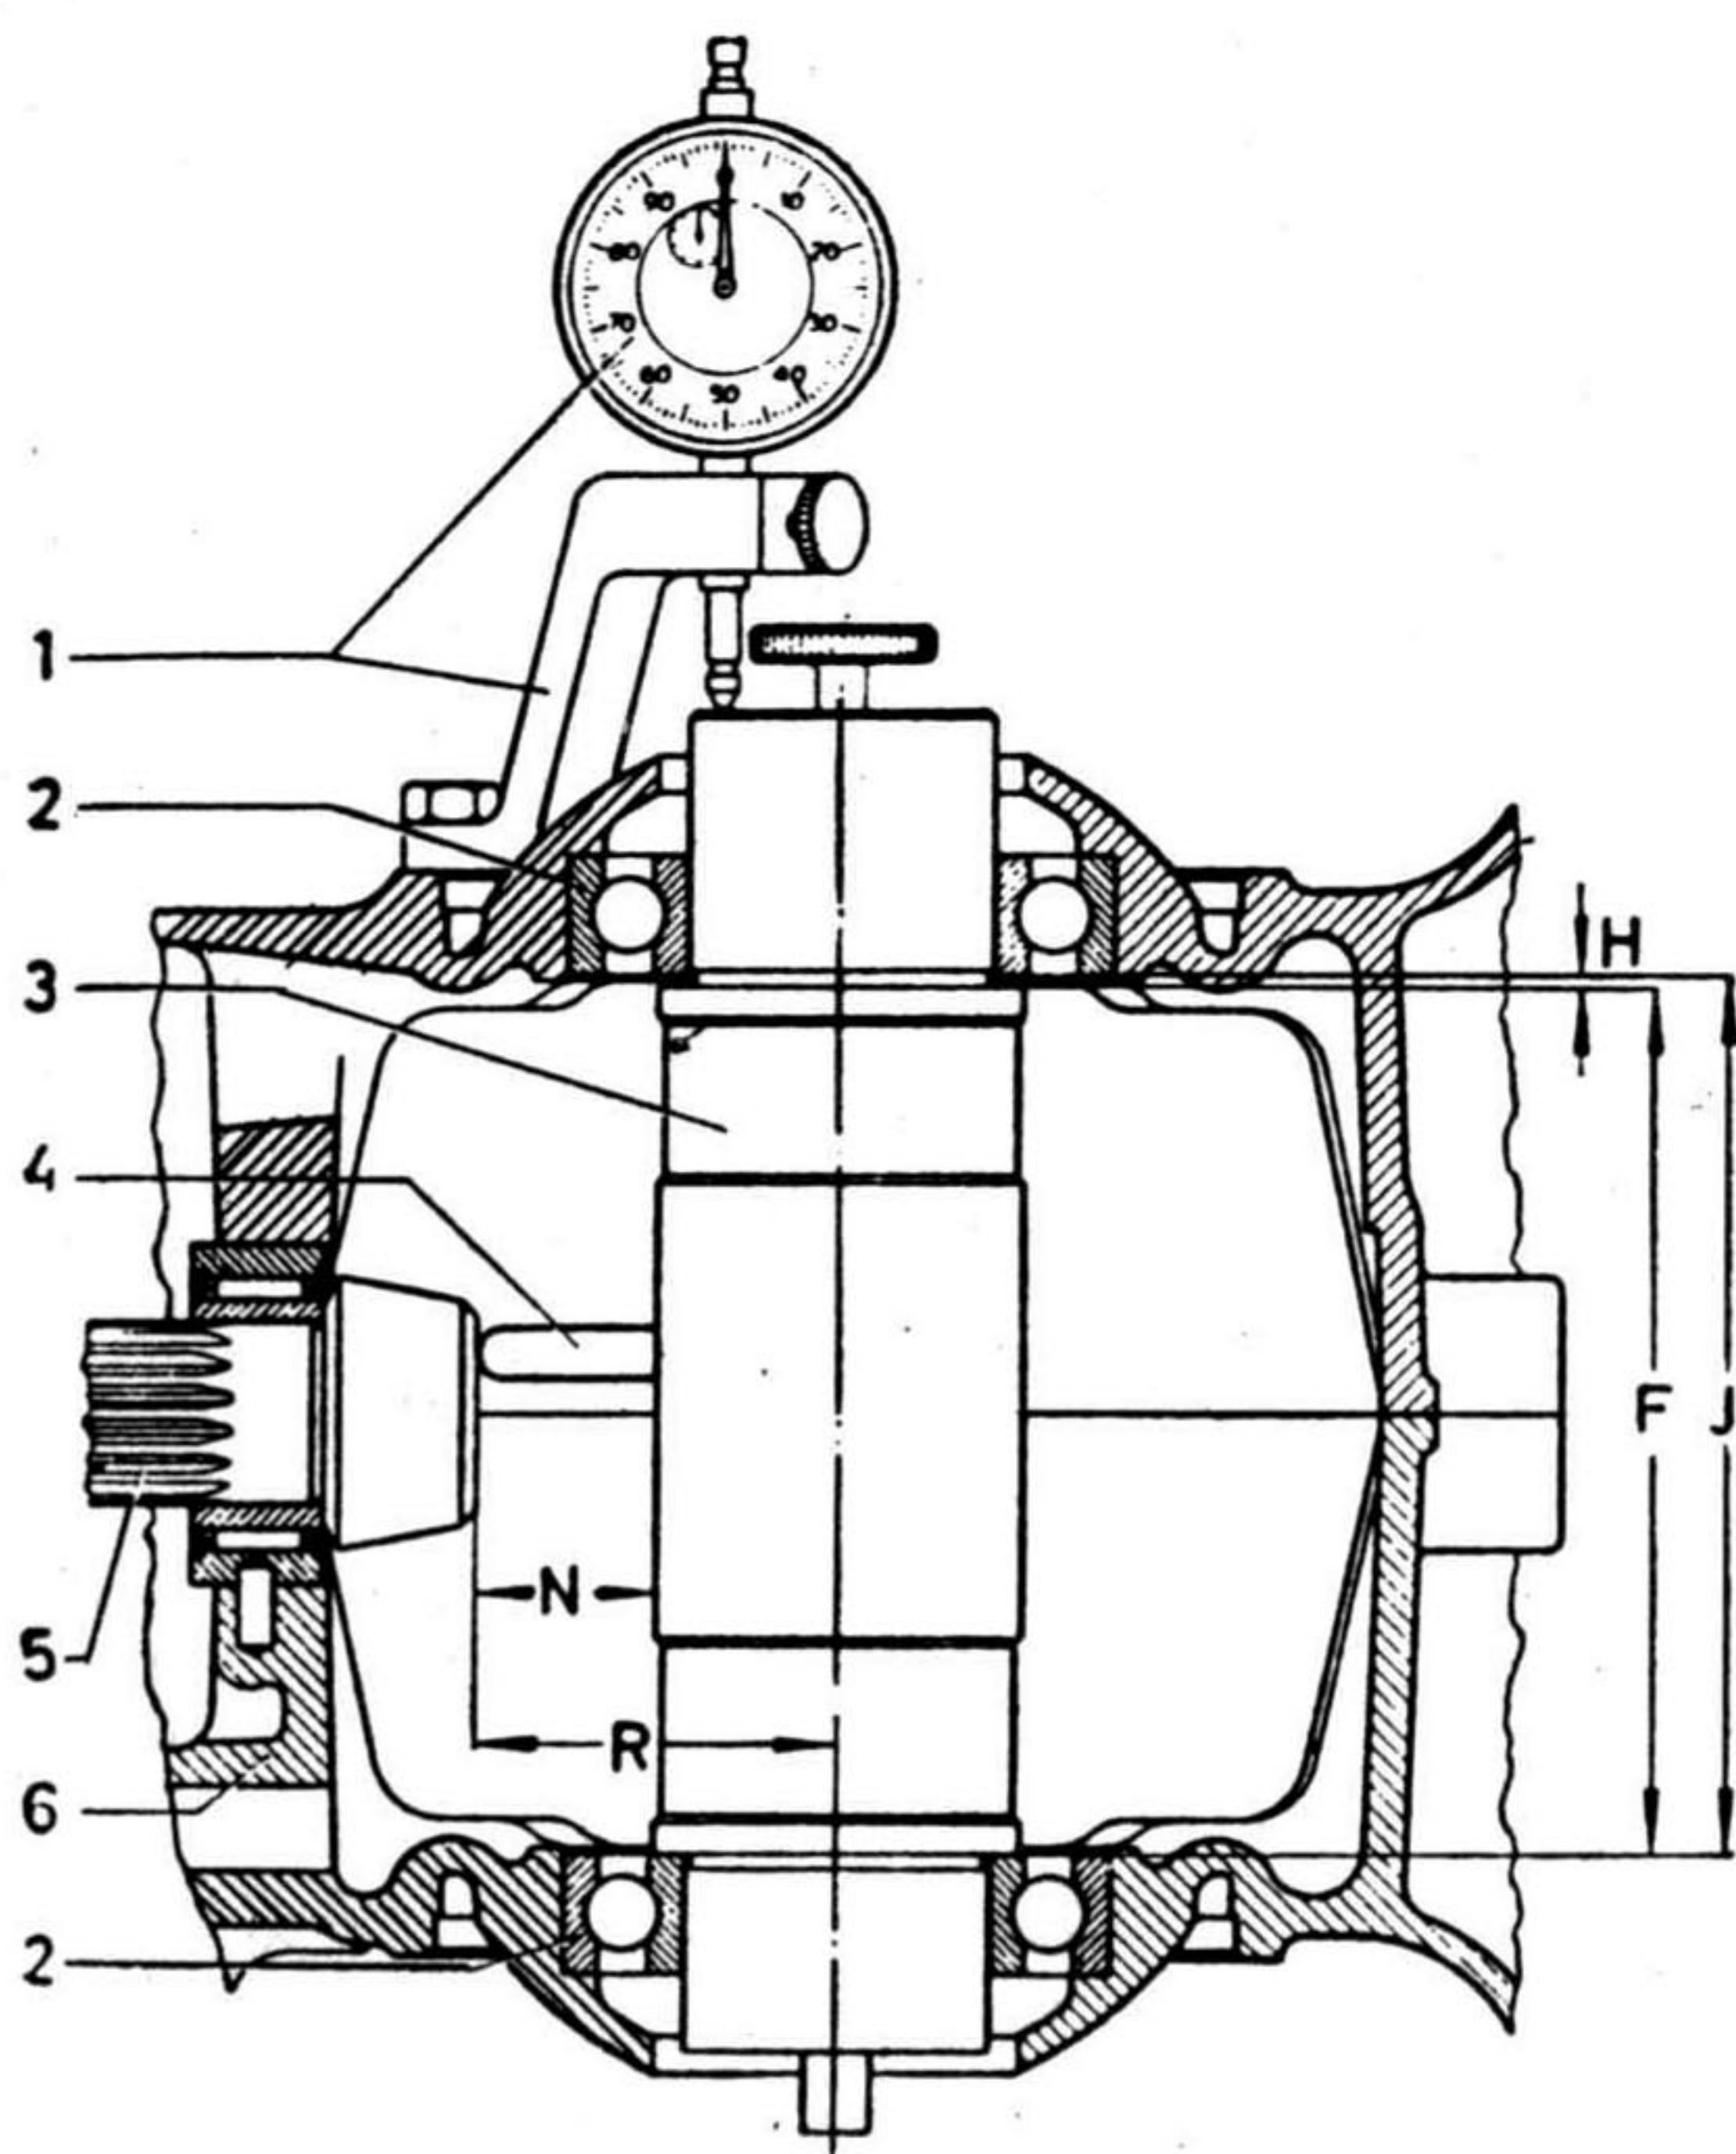
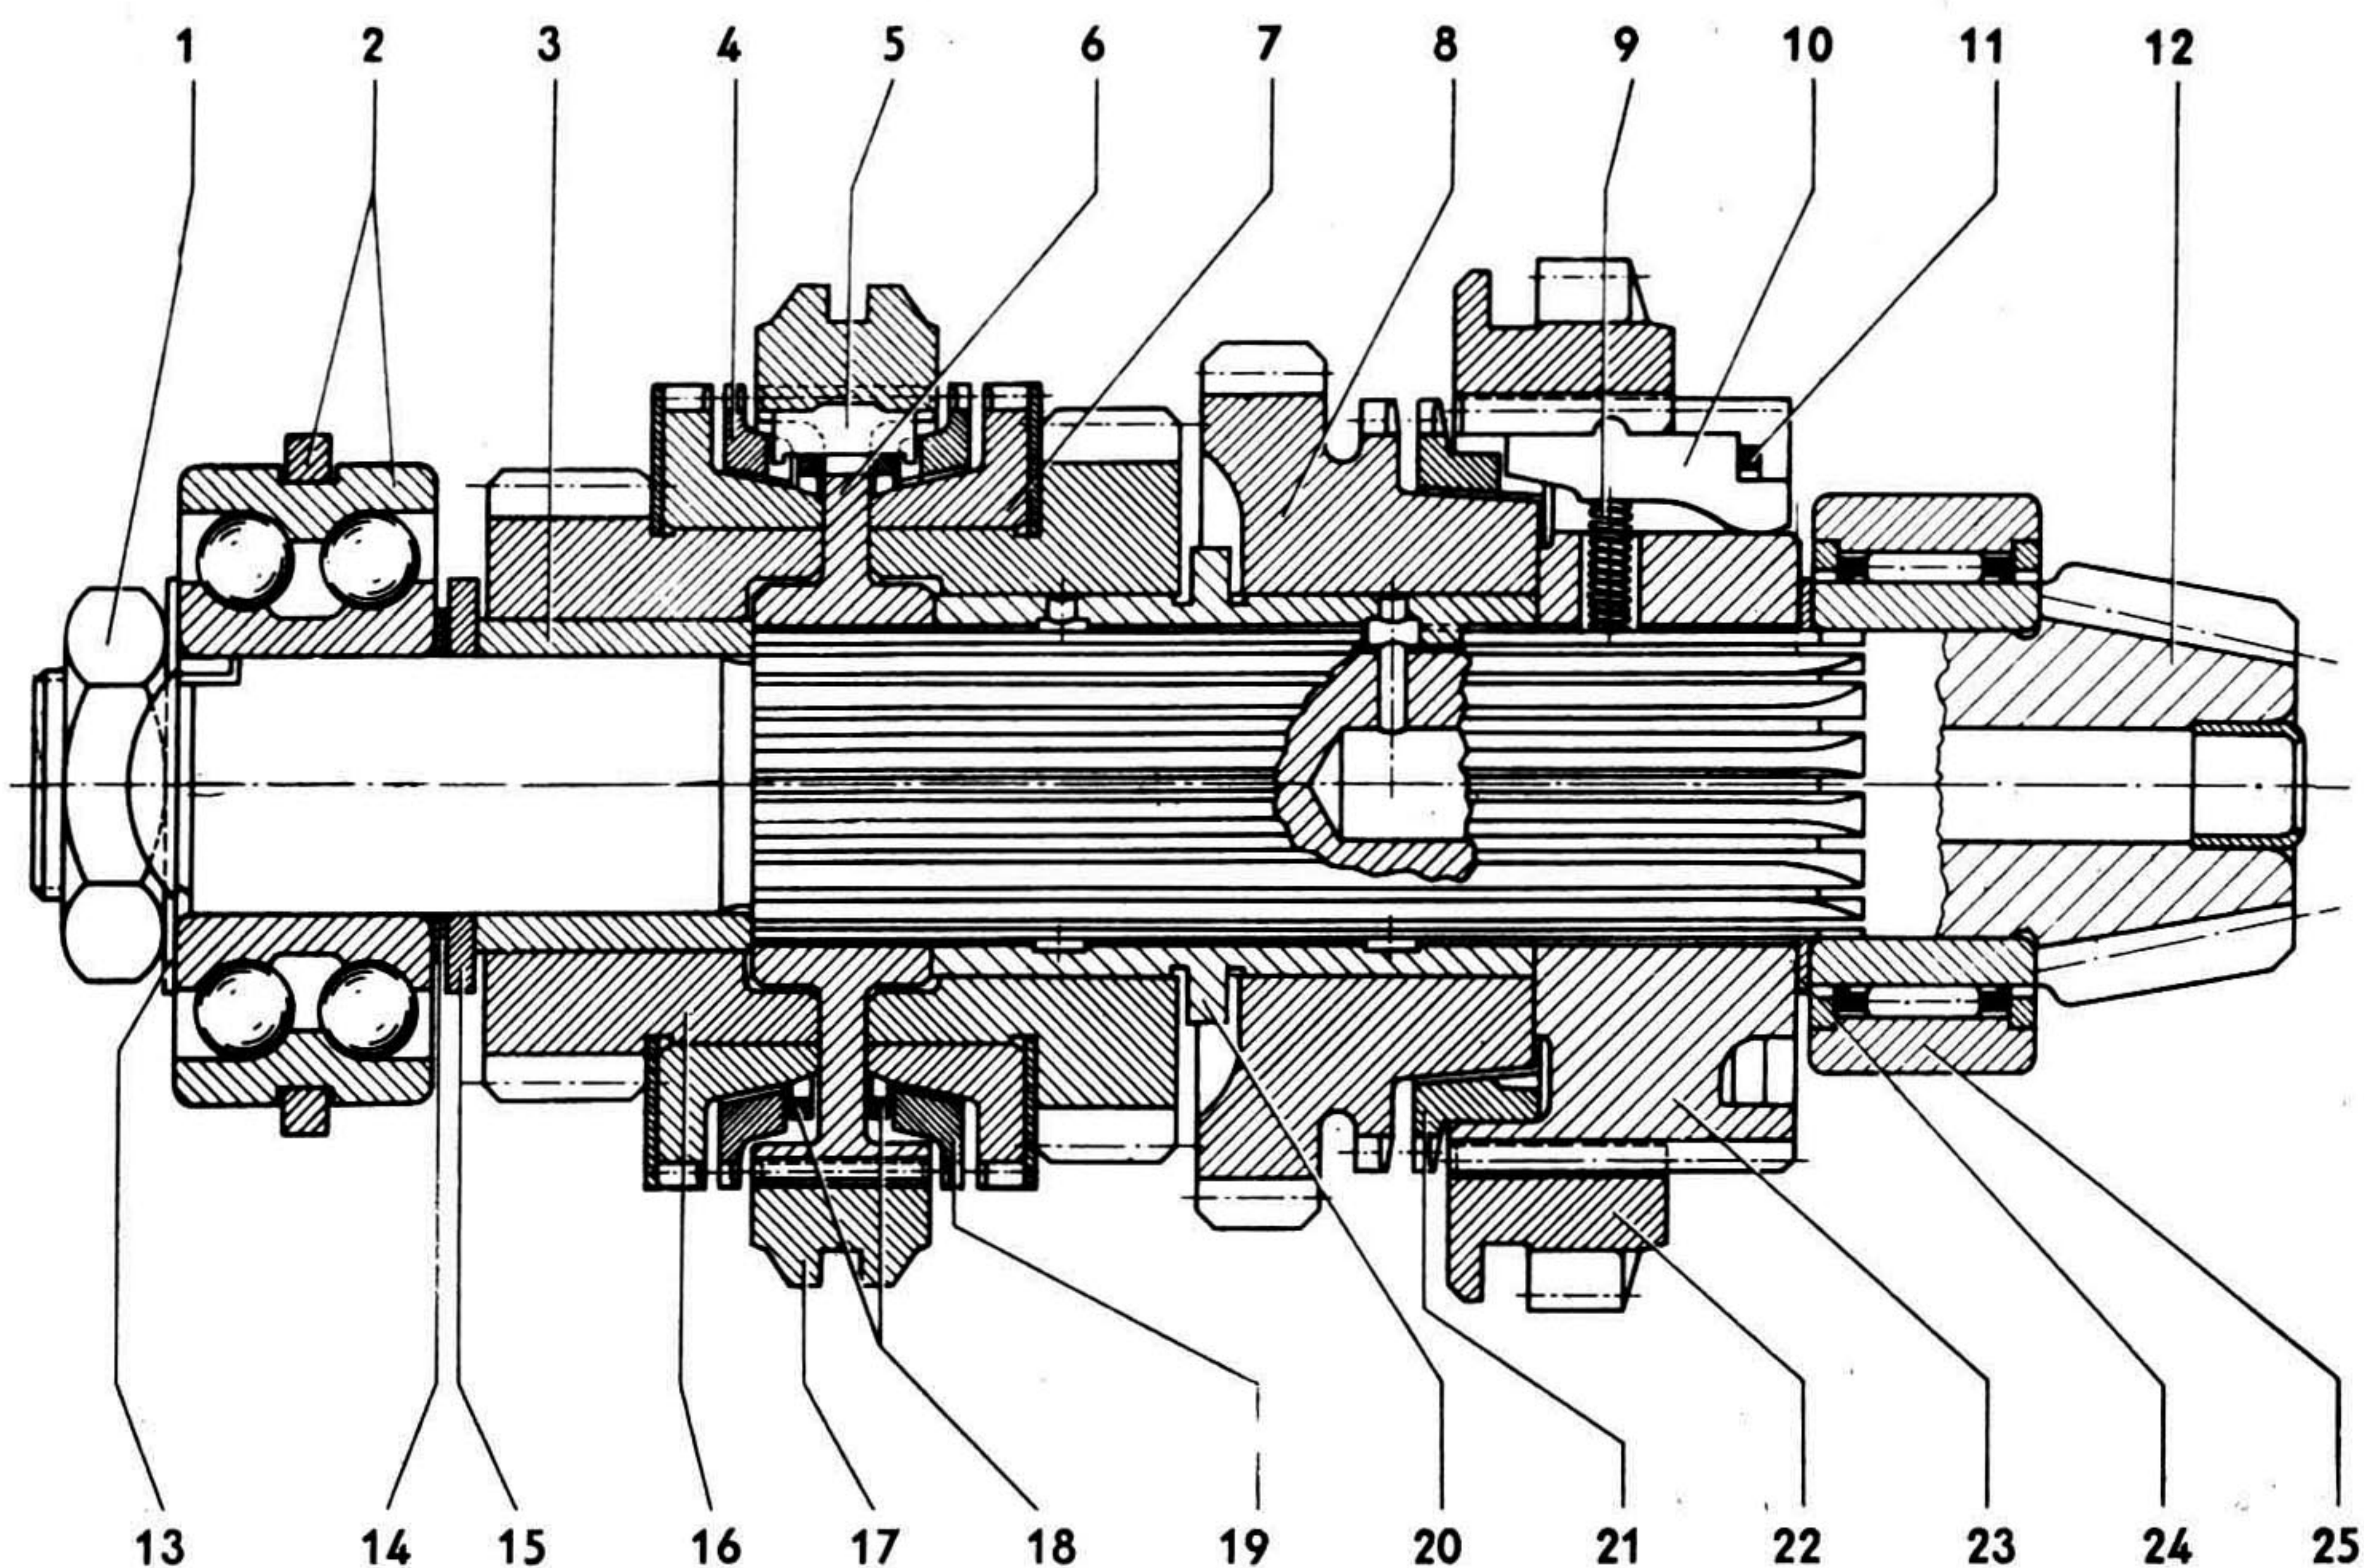

Fig. 17-J — Medidas fornecidas pelo calibre VW 289 b.
Fig. 22-J — Corte longitudinal da árvore secundária.
O conjunto do pinhão e da coroa em sua fase de fabricação, depois de submetidos a rigorosos testes em máquinas especiais, são marcados com indicações que permitem sua ajustagem ideal. Essas marcações são feitas no pinhão e na coroa e indicam certas medidas e afastamentos que devem ser observados no cálculo dos calços de regulagem (10 na fig. 13-J), de cuja espessura depende a precisão da regulagem, ou melhor, a correta posição da coroa dentro da carcaça. A posição do pinhão se determina pela espessura dos calços de regulagem indicados pelo n.º 14 na fig. 22-J e pelo n.º 30 na fig. 7-J.
— Coloca-se o calibre VW 289 b no anel interno do rolamento esquerdo. Aperta-se para dentro o pino de contacto do calibre (4, fig. 17-J) a fim de que não toque na face do pinhão e firma-se o mesmo nessa posição com o parafuso de carretilha do calibre.
— Monta-se um relógio micrométrico em um estôjo no flange sextavado como se vê na fig. 17-J e firma-se o ponteiro em zero, tendo a ponta encostada no calibre VW 289 b.
— Gira-se então a carcaça de 180°. O calibre VW 289 b naturalmente se desloca dentro da carcaça e êsse deslocamento é indicado pelo relógio. Se somarmos êsse deslocamento ao comprimento total do calibre (F, na fig. 17-J), teremos a medida total da largura da carcaça:
Antes de se retirar o calibre, solta-se o parafuso da carretilha e faz-se com que o pino de contacto (4) se encoste na face do pinhão, a fim de medir a distância N (fig. 17-J). Essa distância, somada a medida do raio do calibre, que é fixa, nos dá a medida R, que vamos precisar para ajuste do pinhão.
A regulagem se faz por meio de arruelas de ajuste designadas pelo n.º 14 na fig. 22-J e pelo n.º 30 na fig. 7-J. A medida necessária para determinação da espessura dessas arruelas já foi tomada quando tratamos das medidas para regulagem da coroa. É a medida R, mostrada na fig. 17-J que é igual a medida N, obtida, somada ao raio do calibre VW 289 b. O raio do calibre é de 30,00 mm e o comprimento do pino de contacto, medido, é de 29,60 mm, por suposição, de modo que o comprimento R será de 59,60 mm. Suponhamos que o afastamento marcado
Impressão na face do dente. Isto significa que o pinhão está muito afastado da coroa. Colocam-se então calços de ajuste (14, fig. 22-J) ligeiramente mais grossos para aproximar o pinhão da coroa.